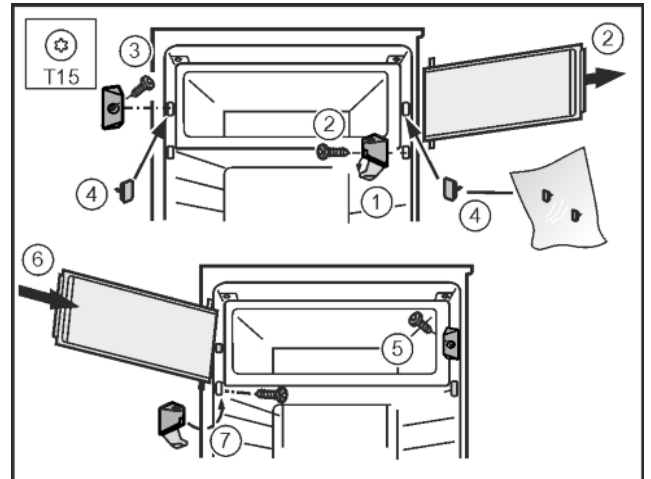

Fig. 14
- ▶ Разгънете капака на лагерната стойка. Fig. 14 (1)
- ▶ Сваляне на вратата на хладилната камера: С отвертка T15 отвийте лагерната стойка. Fig. 14 (2)
- ▶ С отвертка T15 отвийте затварящия елемент. Fig. 14 (3)
- ▶ Запушете образувалите се дупки с приложените тапи. Fig. 14 (4)
- ▶ С отвертка T15 монтирайте затварящия елемент. Fig. 14 (5)
- ▶ Поставете горе вратата на хладилната камера. Fig. 14 (6)
- ▶ Монтирайте лагерната стойка и затворете капака. Fig. 14 (7)